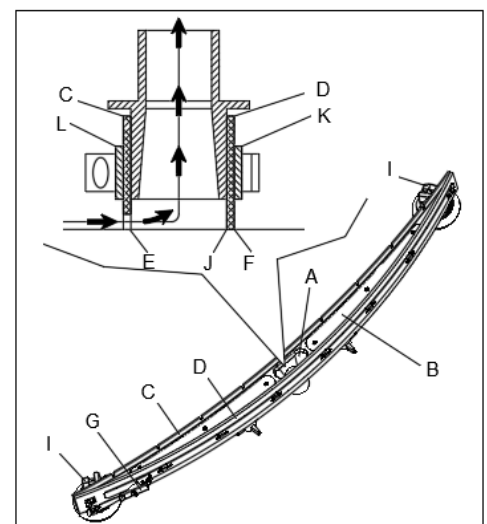

Abb. 18
2. Überprüfen Sie, dass die Kanten (E, Abb. 18) des vorderen Blattes (C) und die Kanten (F) des hinteren Blattes (D) auf gleicher Ebene liegen und in ihrer Länge parallel sind. Passen Sie deren Höhe nach dem folgenden Verfahren an, falls erforderlich:
- Entfernen Sie die Verbindungsstange (G), lösen Sie die Befestigungselemente (M) und passen Sie das hintere Blatt (D) an, dann legen Sie die Befestigungselemente (M) ein und installieren Sie die Verbindungsstange (G).
- Lösen Sie die Knöpfe (I) und passen das vordere Blatt (C) an. Ziehen Sie dann die Knöpfe fest an.
3. Überprüfen Sie das vordere Blatt (C) und das hintere Blatt (D) auf Verschleiß, Schnitte und Risse. Ersetzen Sie dieses nach folgender Vorgehensweise, falls erforderlich. Überprüfen Sie, ob die vordere Kante (J) des hinteren Blatts (D) nicht abgenutzt ist. Drehen Sie das Blatt um, um die abgenutzte Kante mit einer ganzheitlich abschließenden zu ersetzen, falls erforderlich. Falls die anderen Kanten ebenfalls abgenutzt sind, ersetzen Sie das Blatt nach der folgenden Vorgehensweise:
- Entfernen Sie die Verbindungsstange (G), lösen Sie die Befestigungselemente (M) und entfernen Sie die Halteleiste (K), ersetzen Sie dann das hintere Blatt (D). Bauen Sie die Lippe wieder ein, indem Sie die Schritte des Ausbaus in umgekehrter Reihenfolge ausführen.
- Schrauben Sie die Knöpfe (I) ab und entfernen die Halteleiste (L), ersetzen Sie dann das vordere Blatt (C). Bauen Sie die Lippe wieder ein, indem Sie die Schritte des Ausbaus in umgekehrter Reihenfolge ausführen. Nach dem Blattwechsel (oder Umkippen), passen Sie die Höhe an, wie im vorherigen Schritt gezeigt.
4. Sie den Vakuumschlauch (A, Abb. 18) mit dem Abziehgummi.
5. Installieren Sie den Abziehgummi (B) und verschrauben Sie die Knöpfe (C).